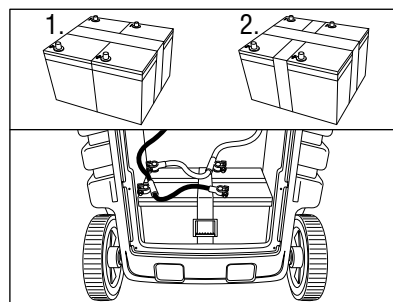

Fig. 2
- Retire el panel de la espalda baja. (Refiérase a la Fig. 2.)
- El uso de herramientas aisladas, vuelva a instalar el panel posterior. (Fig. 2)